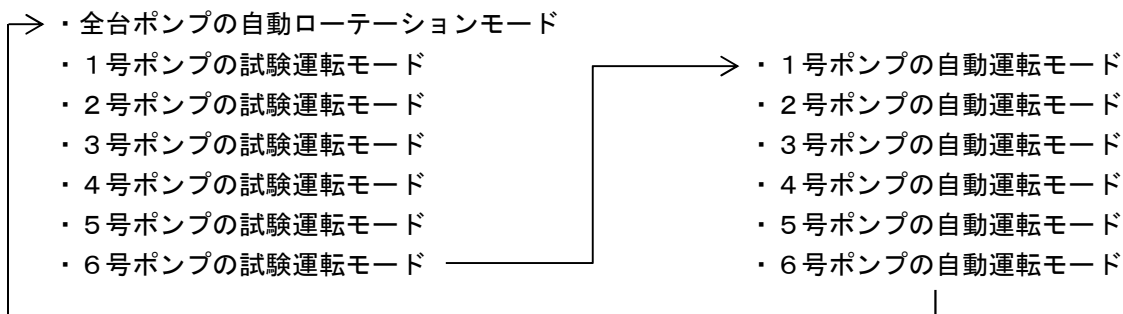

図 29 運転モードの遷移（6台ローテーションの場合）
(6) 運転モード（自動運転モード、試験運転モード）の操作方法
- ・**運転選択** ボタンを押す度に図 29 のように運転モードが切替わります。詳細については図 30 を参照ください。